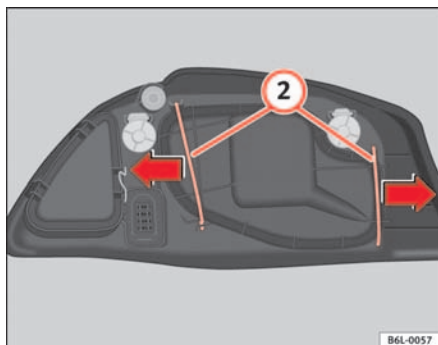

Fig. 142 Lámpara luz de carretera
- Desplace los tirantes (2) ⇒ fig. 142 hacia afuera, en el sentido de las flechas y retire la tapa.
- Coloque la tapa de plástico y coloque los tirantes (2) ⇒ fig. 142.